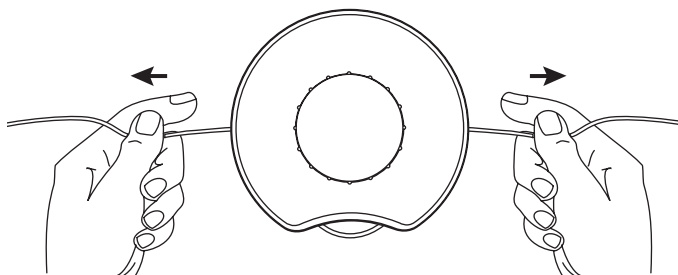

Fig. 15
3. Tirez sur les extrémités pour les faire passer à travers en vous assurant que les bouts sont de longueur égale et que le milieu du fil est centré entre les trous d'insertion (Fig. 15).